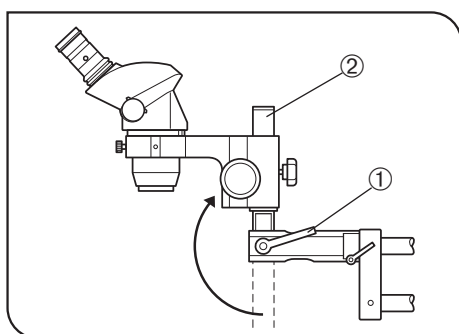

Fig. 20
5. När man undersöker ett högt objekt eller använder ett extra objektiv med långt arbetsavstånd, skall man lossa klämspaken för lutning ①, vrida monteringsaxeln ② 180° så att den är riktad uppåt, och montera mikroskopet ovanför den horisontella armen. (Fig. 20)